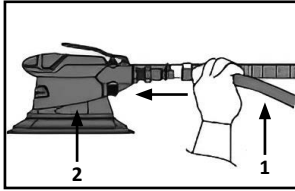

Fig. 6
1. Scollegare il tubo dell'aria (1) dall'utensile (2). (Fig. 6)